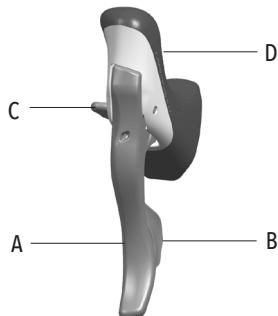

Fig.1
- L'azionamento della leva A (Fig. 1) determina il funzionamento del freno: verificate, azionando ciascun comando, a quale ruota corrisponda tale azionamento.